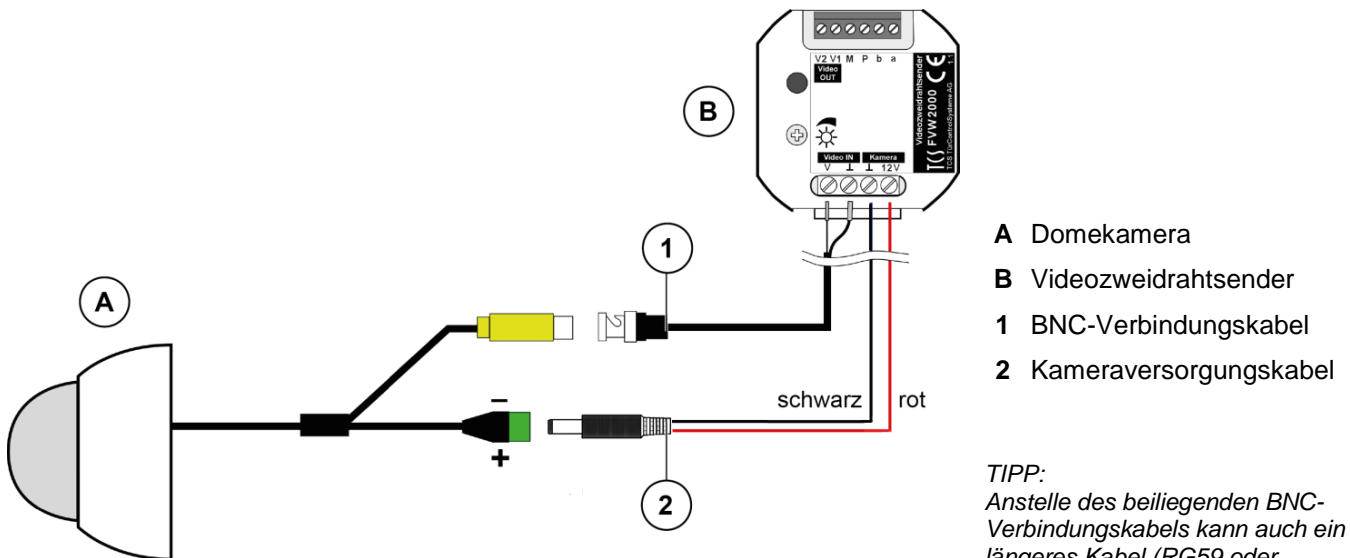

Abb. 2: Domekamera mit Videozweidrahtsender verbinden
- ▶ Schließen Sie das BNC-Verbindungskabel und das Kameraversorgungskabel am FVW2000 an, siehe Abb. 2).